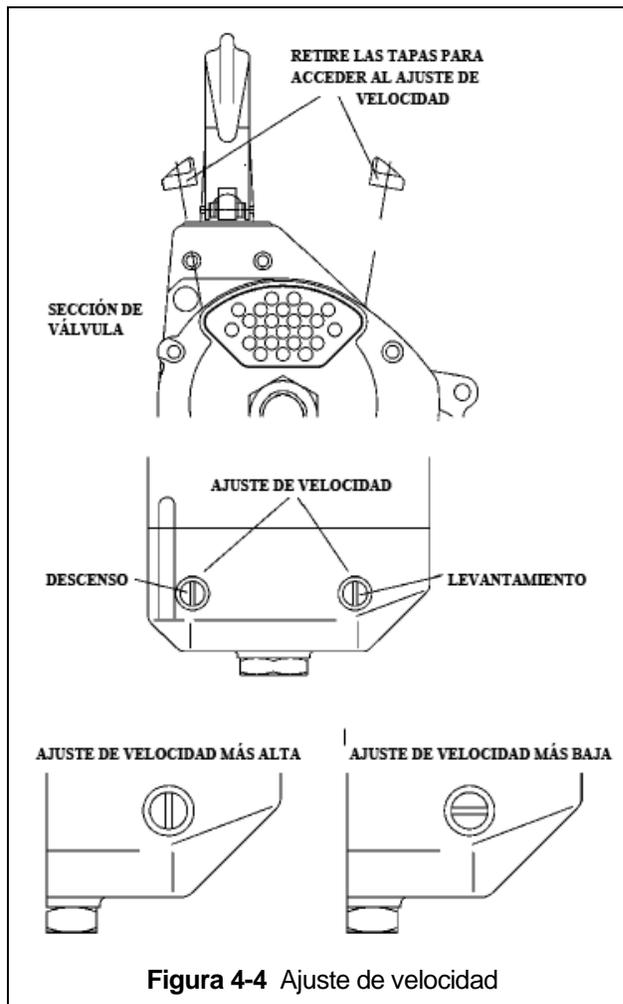

Figura 4-4 Ajuste de velocidad
- 4.5.1 El polipasto está equipado con controles de ajuste de velocidad. Los controles permiten reducir las velocidades de elevación y descenso del polipasto para aquellas aplicaciones que requieren velocidades más lentas o un mejor control de velocidad. Los controles de ajuste de velocidad están configurados para la velocidad más alta de fábrica. Los controles de ajuste de velocidad se encuentran en la parte superior de la sección de la válvula del polipasto como se muestra en la figura 4-4.
- 4.5.3 Para reducir las velocidades de elevación / descenso, retire las cubiertas de ajuste de velocidad para acceder a los tornillos de ajuste de velocidad como se muestra en la figura 4-4. Las cubiertas pueden ser de plástico o aluminio. Visto desde el lado de la válvula del polipasto, el tornillo de ajuste de descenso está a la izquierda y el tornillo de ajuste de elevación está a la derecha. Los mecanismos de ajuste de elevación y descenso no están conectados, lo que permite ajustes separados para las velocidades de elevación y descenso.
- 4.5.4 Con referencia a la figura 4-4, el polipasto está a la velocidad más alta cuando el tornillo está en la posición "vertical" y a la velocidad más baja cuando está en la posición "horizontal". El ajuste de velocidad se puede hacer entre estas posiciones.